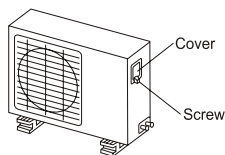

Рис. 20
5. Снимите панель и винты и выньте крышку клеммной коробки (рис. 20).
- Откройте шток вентиля до положения, когда он коснется стопора (рис. 20). Не открывайте его сильнее.